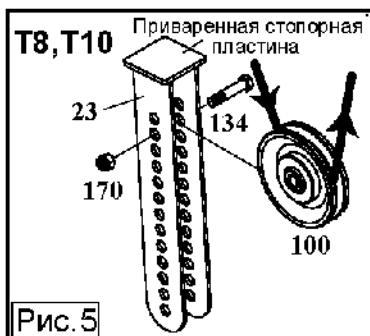

Рис.5
5. См. рис. 5. Установите **шкив 4-1/2" (100)** в **регулируемый блок (23)**, закрепите его на уровне второго отверстия сверху. (**НЕ ЗАТЯГИВАЙТЕ КРЕПЁЖ**. Вам может потребоваться переместить шкив для регулировки длины тросов).